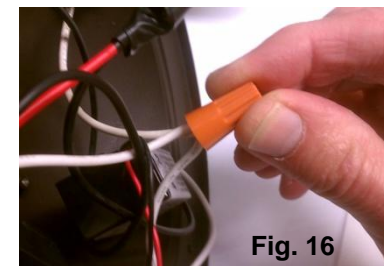

Fig. 16
6. Retire los EMPALMES PLÁSTICOS y separe los CABLES DEL CONTROLADOR LED de los CABLES DE LA LUMINARIA (Fig.16).